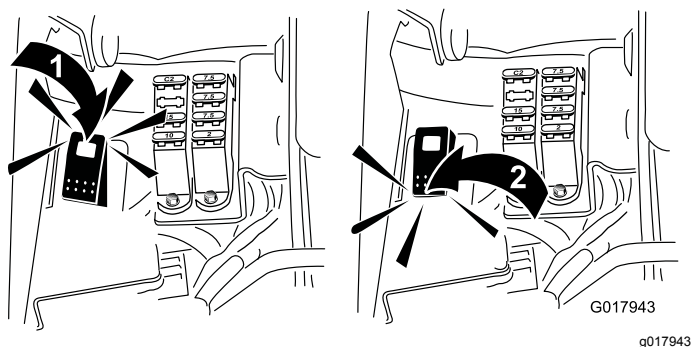

Figura 59
5. Ponga el interruptor de autoafilado en la posición de marcha atrás (R) (Figura 59).